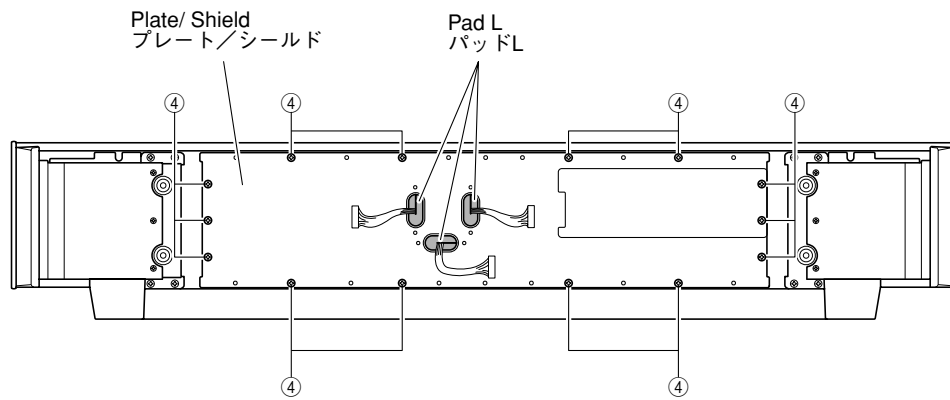

Fig. 4
- Remove 14 screws (④). (Fig. 4)
- Remove 3 pad L's. (Fig. 4)
- ④のネジ 14本を外します。(Fig. 4)
- パッドL 3個を外します。(Fig. 4)